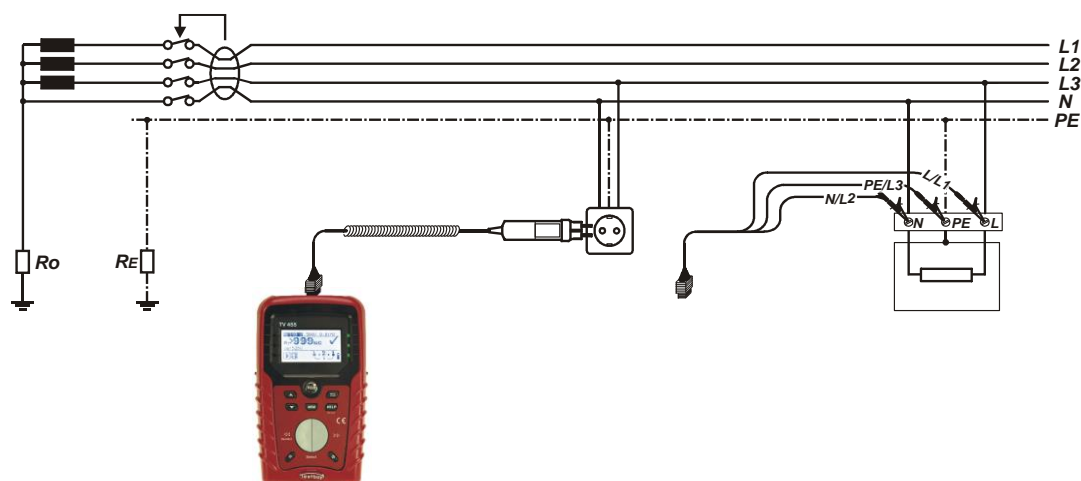

Figura 5.17: Conexión de la clavija de mando y del cable de prueba de 3 hilos
- ❑ **Conecte** los cables de prueba al elemento que desea comprobar (véase *la figura 5.17*).
- ❑ **Conecte** los cables de prueba al elemento que desea comprobar (véase la figura 5.17).
- ❑ **Conecte** los cables de prueba al elemento a comprobar (véase la figura 5.17).
<ul style="list-style-type: none"> <li><input type="checkbox"/> Seleccione la función RCD mediante el selector de funciones.</li> <li><input type="checkbox"/> Ajuste la subfunción AUTO.</li> <li><input type="checkbox"/> Ajuste los parámetros de la prueba (si es necesario).</li> <li><input type="checkbox"/> Conecte el cable de prueba al aparato.</li> <li><input type="checkbox"/> Conecte los cables de prueba al elemento que se va a comprobar (véase la figura 5.17).</li> <li><input type="checkbox"/> Pulse la tecla TEST para realizar la prueba.</li> </ul>	Inicio de la prueba